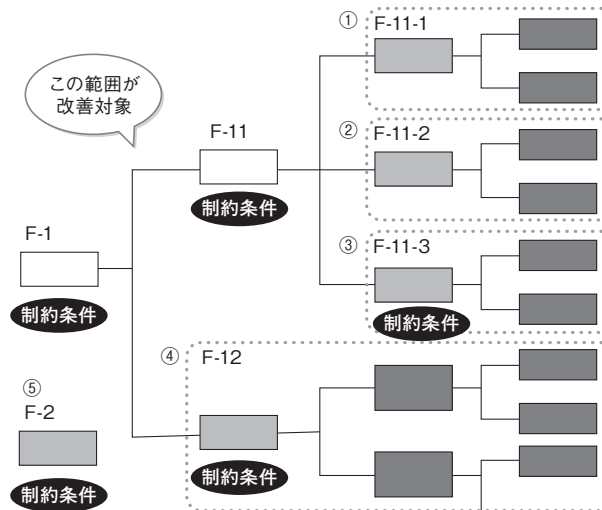

図3●玉井教授の時代に考案された機能系統図
図3は、玉井教授の時代に考案された日本固有の機能系統図である。ある開発テーマについて、それを実現するために白色と灰色の箱の中に「機能」を書いていく。F-1の「機能」は、さらにF-11とF-12という「手段機能」によって成立する。別の言い方をすれば、F-1の目的に対し、F-11とF-12という手段を講じるのである。そして、最も右にある機能(下位機能)は、現在の構造をベースに考案された手段となっている。
こうして作成した図3の機能系統図の場合、機能分野は、①F-11-1、②F-11-2、③F-11-3、④F-12、⑤F-2、の5分野となる。このうち、①～④を満たすものを考案するとF-1の機能を満足し、さらにF-1とF-2を満たすものを考案すると開発テーマを実現することになる。